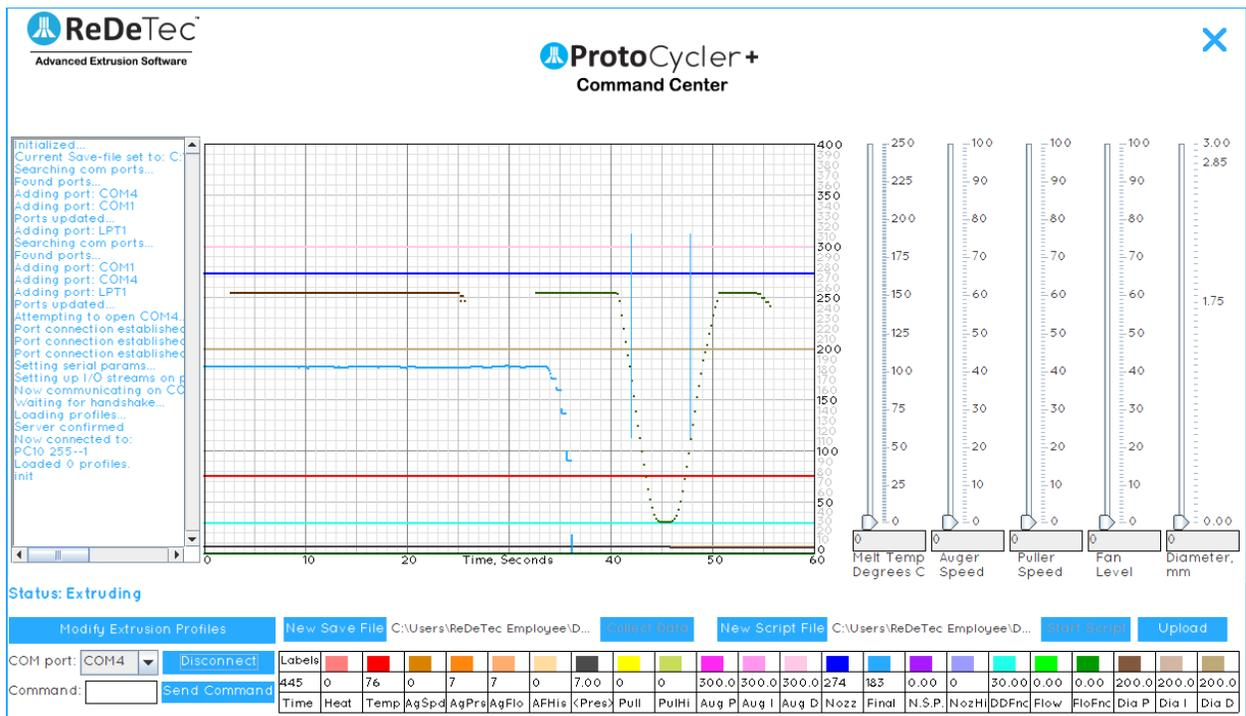

Figura 14: Lectura de datos brutos del sensor del extractor con clavija de 1,83 mm.
3. Observando la GUI (interfaz gráfica de usuario) de su PCC, debería notar que la línea plana de datos brutos (que representa la luz que lee el fotosensitor) ahora es un canal en "forma de U". Esto es representativo de la sombra proyectada por el LED que brilla en la clavija, y se muestra a continuación en **Figura 14**.
La alineación del sensor de diámetro puede ser un proceso iterativo. Deslizar el soporte LED hacia adelante o hacia atrás puede requerir repetir el Paso 2, iluminando uniformemente el sensor. De manera similar, si el sensor en sí se mueve hacia arriba o hacia abajo, y se requieren ajustes para iluminar uniformemente el sensor, el sensor debe volver a calibrarse (paso 3) para garantizar una lectura correcta. **En última instancia, quieres lograr Figura 14 respuesta para ambos sensores: los puntos clave son que la sombra está justo en el medio del patrón de respuesta del sensor, que el patrón es una línea plana en 255 donde no está bloqueado por el filamento y que la lectura del diámetro es exactamente exacta como se informó.**